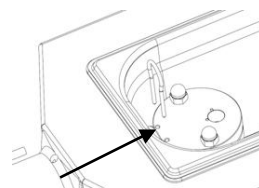

fig. 27
- Con dei leggeri movimenti rotatori inserire il sistema di montatura nella custodia e infilare la forcella nella testa della valvola. Premere e roteare il tubo sbattitore avanti e indietro, finché la forcella non raggiunge la posizione di arresto. (fig. 27)